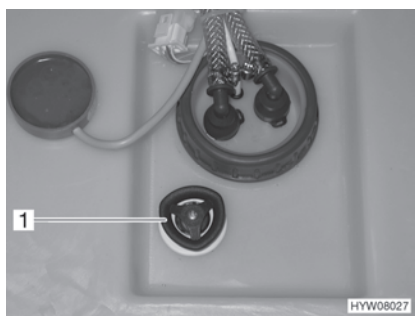

Fig. 143 Réservoir d'eau avec poignée tournante
- Faire tourner à fond dans le sens des aiguilles d'une montre la poignée tournante (Fig. 143,1) située sur le réservoir d'eau.
- Faire tourner la poignée tournante (Fig. 143,1) située sur le réservoir d'eau dans le sens inverse des aiguilles d'une montre jusqu'à ressentir une résistance. L'eau s'écoule, env. 20 litres restent.